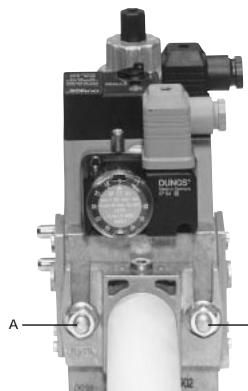
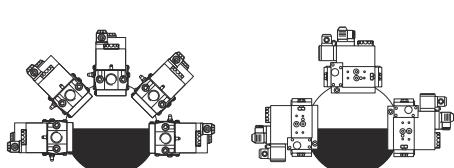

Fig. 4
Fig. 7
3. stringere le viti A, B, C e D (Fig. 4 - Fig. 5), rispettando le posizioni di montaggio (Fig. 7);